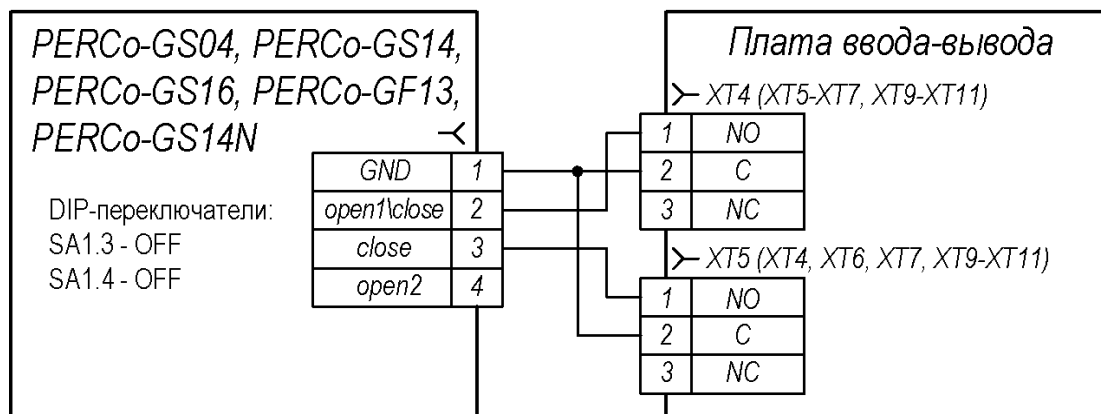

Рисунок 7. Схема подключения шлагбаума
Подключение шлагбаумов производится к плате ввода-вывода (5) согласно схеме, представленной на рис. 7, расположение клеммных колодок на плате см на рис. 3. При этом придерживайтесь следующих рекомендаций:
2. Схема подключения шлагбаумов представлена на рис. 7.